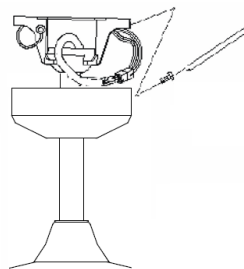

Fig. 9
- Bedek de montagebeugel met de overkapping. Zorg ervoor dat alle elektrische bedrading onder de overkapping gestopt is en dat ze niet beschadigd raken tijdens deze stap. Bevestig de overkapping aan de hangbeugel met de bijgesloten schroeven. Fig. 9.